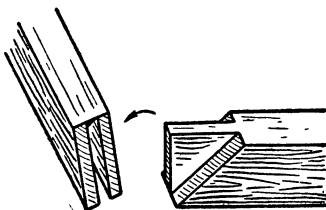

Рис. 33.
6) целым шипом вполопотай (рис. 33).